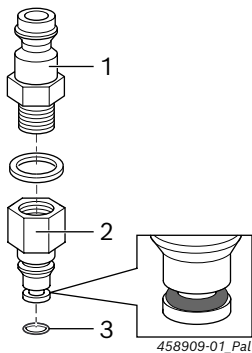

Fig. 2: Montering af returløbsadapter 1 687 016 138
1. Skru koblingsniplen (Fig. 2, pos. 1) med den flade pakning (A10 x 13,5) ind i adapteren (Fig. 2, pos. 2), og tilspænd.
2. Skyd O-ringen (Fig. 2, pos. 3) ind i noten.